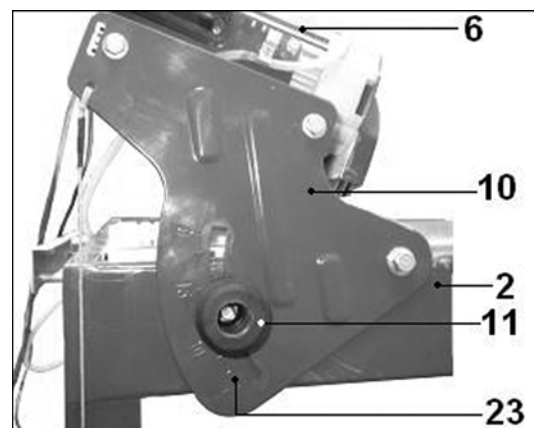

Рис. 9
10.2. Регулировка угла наклона резания (Рис.9)